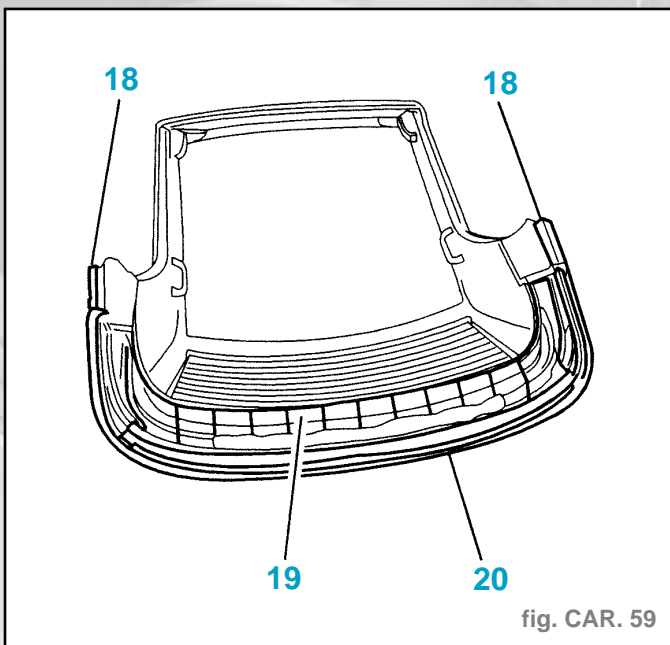

fig. CAR. 59
- Enduire de KRITOX les joints (18), (19), (20) (fig. CAR. 59).